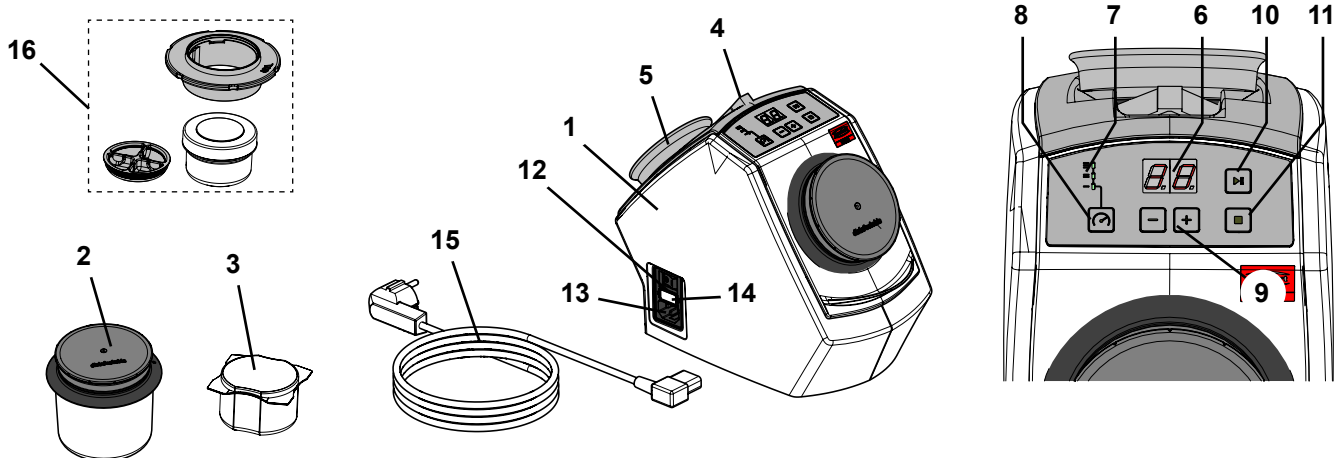

Fig. 1
- ▶ Il magnete di ritegno (Fig. 1, Pos. 5) contiene piombo.
- ⇒ Collocare la pinzetta e il magnete di ritegno inclusi nella confezione nei supporti sul retro dell'apparecchio (Fig. 1).
- ⇒ Scegliere il cavo di rete (15, Fig. 1) dotato della presa di rete adatta al vostro paese.
- ⇒ Collegare il cavo di alimentazione (13, Fig. 1) alla presa.
- ⇒ Accendere l'apparecchio tramite l'interruttore di rete (12, Fig. 1).
- ⇒ Riempire la tazza di pulizia (2, Fig. 1) con 75 g di aghi di pulizia (il corrispondente di una confezione).
- ⇒ Riempire il mini-recipiente SYMPRO (accessori) (16, Fig. 1) con ~ 5 g di aghi di pulizia.